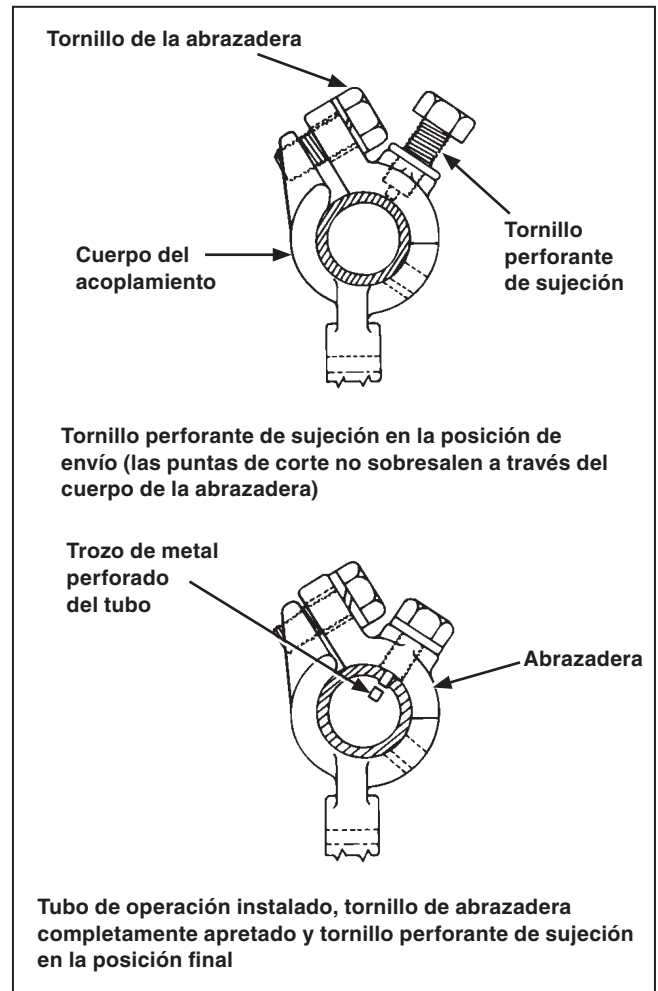

Figura 6. Instalando los coples del tubo.
- (e) Asegúrese de que el(los) tornillo(s) de abrazadera estén apretados. Ver Figura 6.